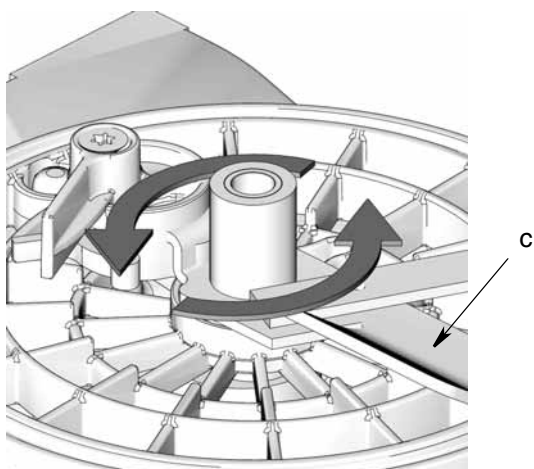

FIG. 8
3. Reinstallare la pala (c) ruotandola **in senso antiorario** finché non è serrata - serrare solamente a mano (FIG. 8).